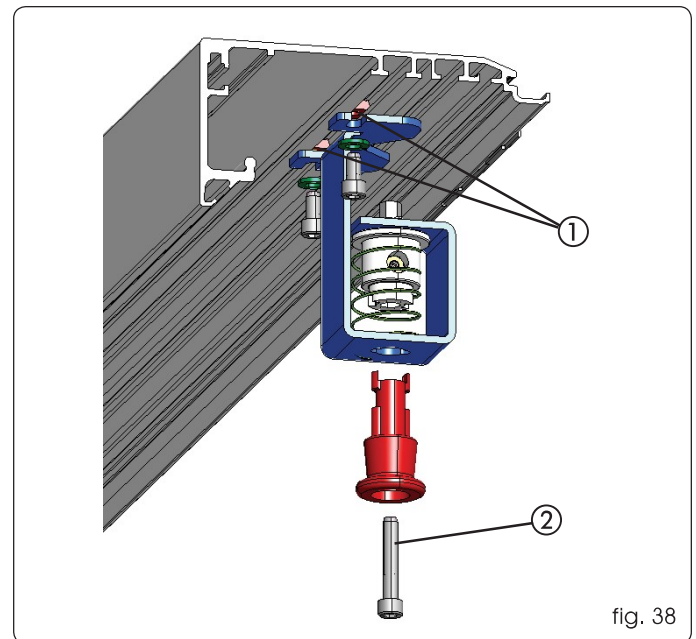

fig. 38
- Assembler la poignée de déverrouillage sur la patte latérale d'après la fig. 38, après avoir introduit dans le profil deux plaquettes (fig. 38 réf. ①)
pour ouvrir le carter en présence de la poignée de déverrouillage, démonter la poignée même en dévissant la vis de fig. 38 réf. ②